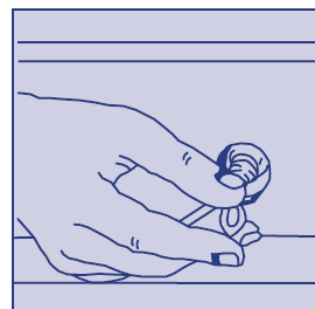

Figura 2
- Introduzca un destornillador en el orificio de la válvula, girando lentamente en un sentido o en el otro (ver figura 2) hasta obtener una llama mínima regular.